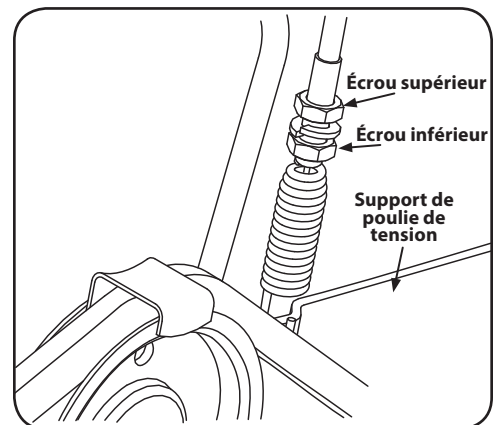

Figure 5-4
2. Repérez le ressort situé à l'extrémité du câble. Voir Figure 5-4.